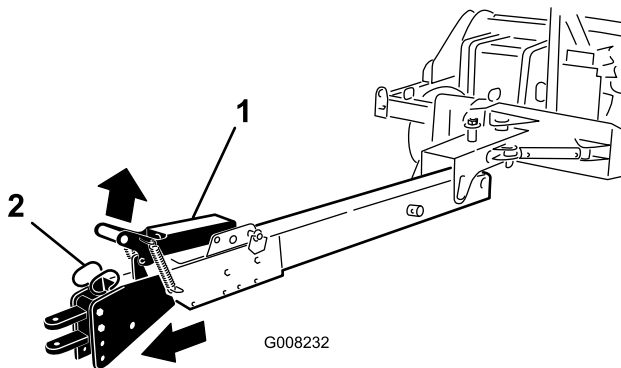

Figura 22
- Levante la maneta del enganche (Figura 22).
- Conduzca el vehículo lentamente hacia adelante hasta que el conjunto del enganche se bloquee (Figura 22).
7. Para retraer el enganche de remolque, levante la maneta del enganche y conduzca el vehículo lentamente en marcha atrás hasta que el conjunto del enganche se bloquee (Figura 22).